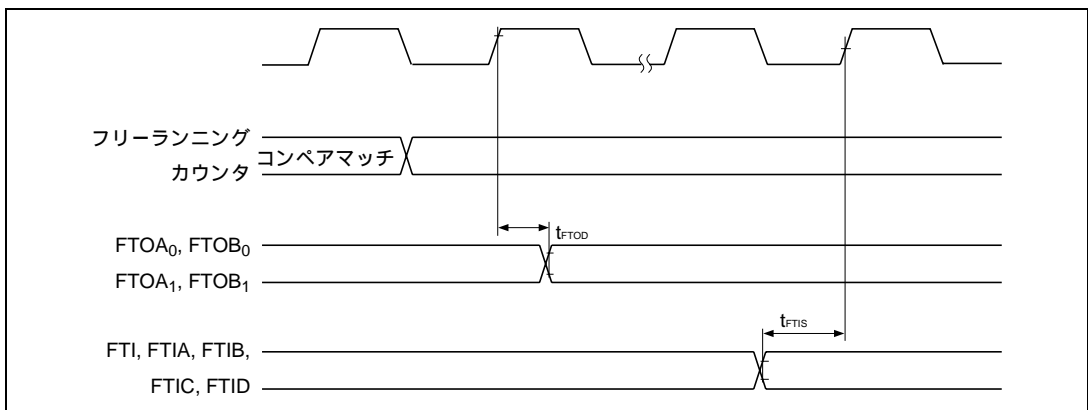
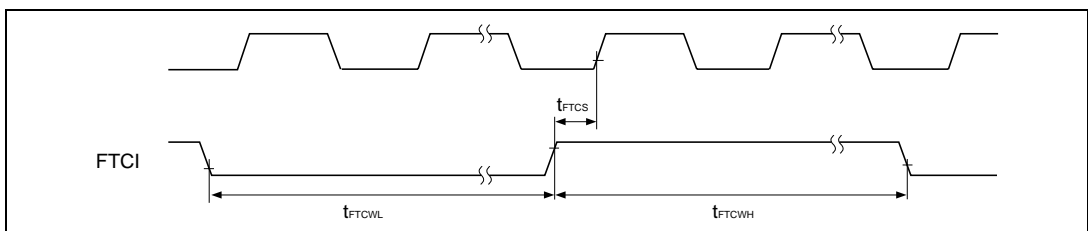

図 19.10 フリーランニングタイマ入出力タイミング
図 19.11 フリーランニングタイマ外部クロック入力タイミング
19.3.3 16 ビットフリーランニングタイムタイミング	図 19.10、図 19.11